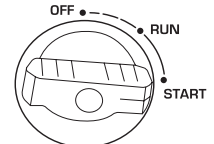

Fig. 2
- 12 Pentru pornirea manuală modelele KS 2100iG S, KS 3100iG S: rotiți întrerupătorul multifuncțional în poziția „START” (fig. 2). Trageți starterul manual până ce simțiți o ușoară rezistență, apoi trageți-l relativ brusc către dumneavoastră. Rotiți încet starterul cu mâna, nu îi dați drumul brusc. Rotiți întrerupătorul multifuncțional în poziția „RUN” (fig. 2).